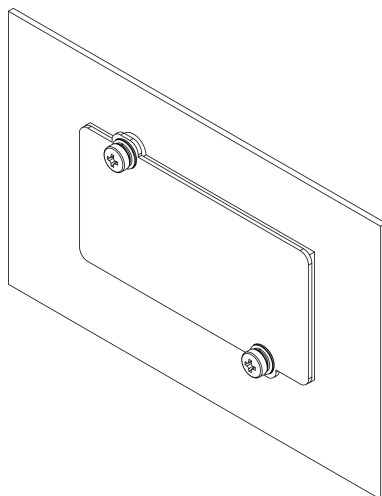

Figura 5.1: Slot padrão para instalação dos acessórios
- Localize o *slot* padrão, conforme mostra a Figura 5.1.